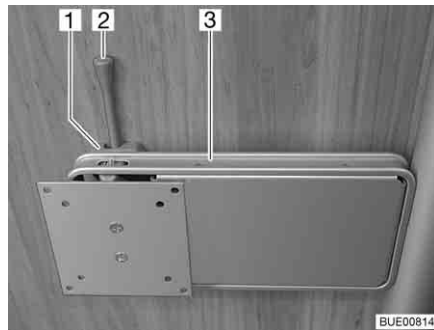

Fig. 47 Support sur colonne
- Pousser le levier de déverrouillage (Fig. 47,2) sur le côté et pivoter le support (Fig. 47,3) et l'écran plat pour les amener en position souhaitée.
- Pivoter l'écran plat en sens inverse, jusqu'à ce que le support (Fig. 47,3) s'enclenche dans le verrouillage (Fig. 47,1).